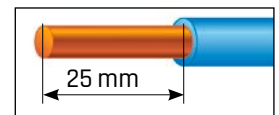

Abb. 37: Leiter abisolieren
- Leiter 25 mm abisolieren: siehe Abb. 37.